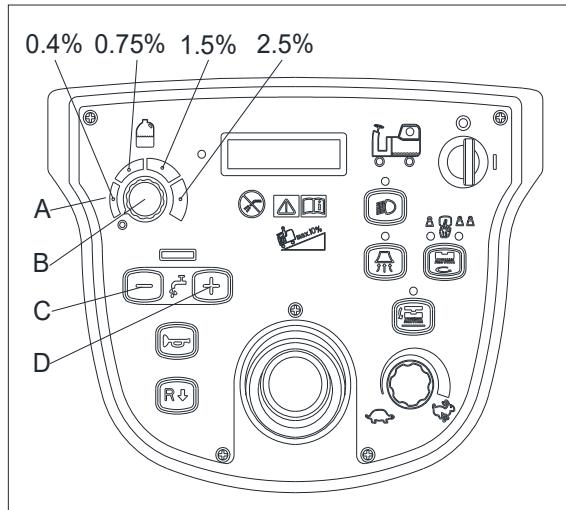

Abbildung 14
Mit derselben Reinigungsmittelmenge kann die Lösungskonzentration durch Einstellen des Wasserflusses durch die Wasserstrom-Einstelltasten (C, D, Abbildung 14) geändert werden.
1. Drehen Sie den Drehknopf (B, Abbildung 14) im Uhrzeigersinn oder gegen den Uhrzeigersinn, um die Reinigungsmittelmenge zu erhöhen oder zu verringern. Drehen Sie den Drehknopf bis zum Anschlag gegen den Uhrzeigersinn, um das Reinigungsmittel zu stoppen.
2. Es gibt vier Reinigungsmittelmengen, die durch vier Farben angezeigt werden, wie auf dem Bedienfeld angezeigt (A, Abbildung 14)